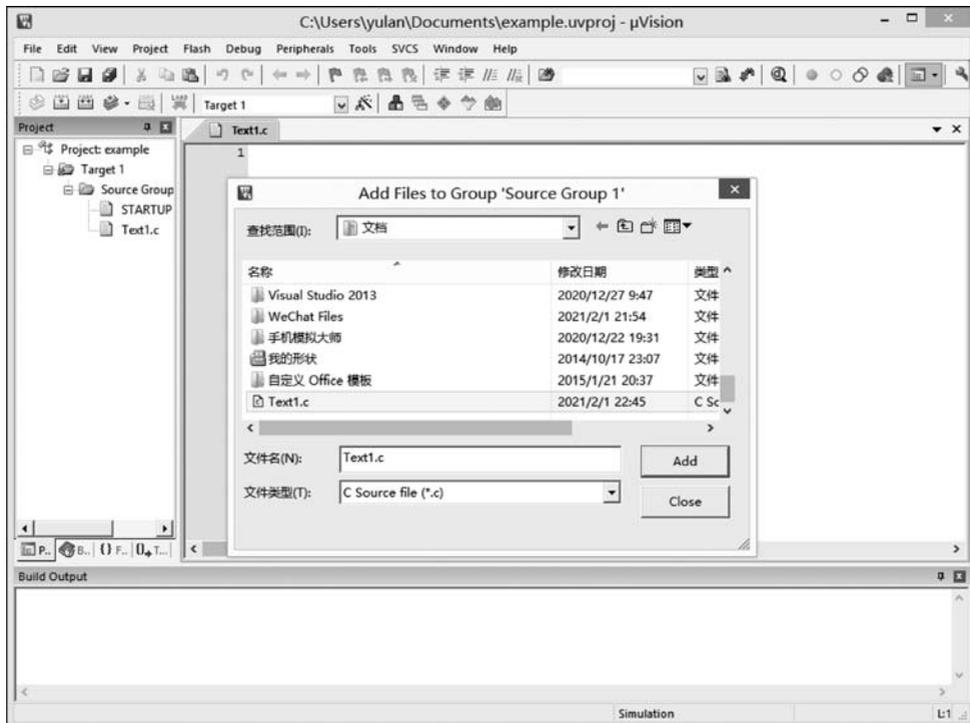

图 5-8 Add Files to Group 'Source Group 1'对话框
(4) 弹出 Add Files to Group 'Source Group 1'对话框,如图 5-8 所示。在该对话框中选择需要添加的程序文件,单击 Add 按钮便可以把所选文件添加到项目中。